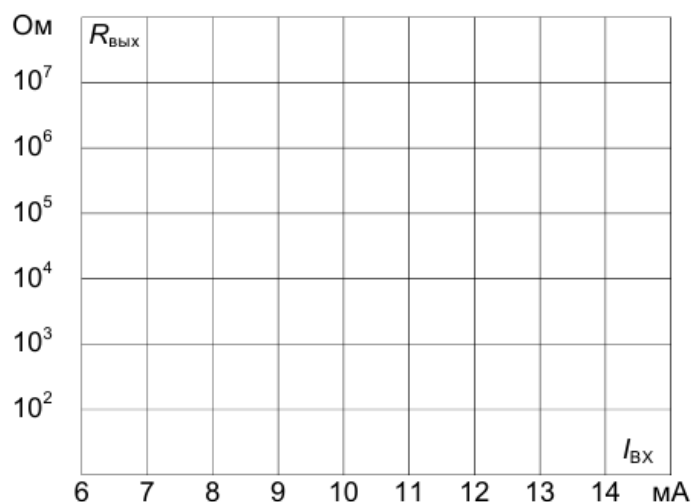

Рис. 3.
8. На рис. 3 постройте график $R_{\text{ВЫХ}}(I_{\text{ВХ}})$, причём сопротивление откладываете в логарифмическом масштабе.